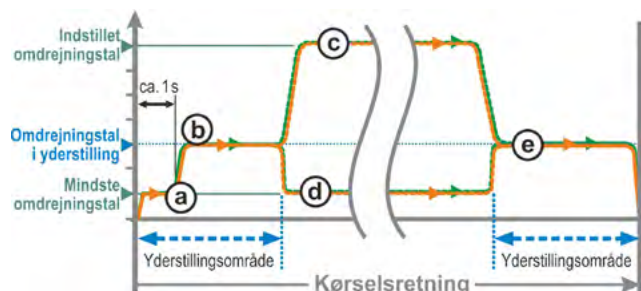

Fig. 1: Omdrejningstal i yderstilling „normal“
- fra yderstillingen med det laveste omdrejningstal, ca. 1 sek. (fig. 1: kurve **a**), for efterfølgende at skifte til omdrejningstallet i yderstilling, se **b**;